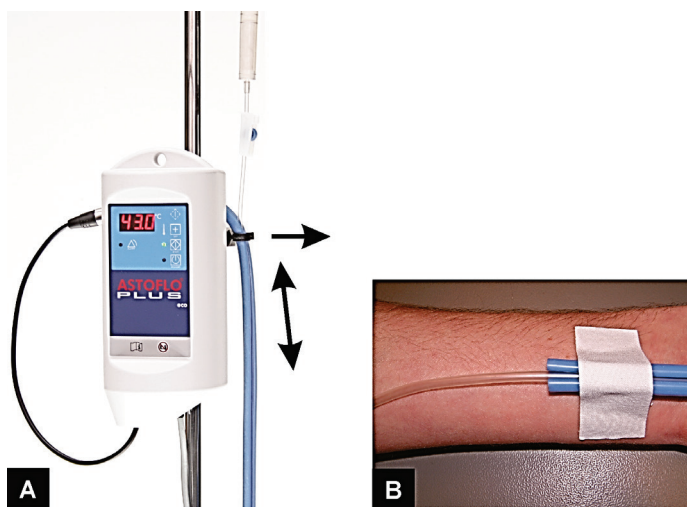

Fig. 9 Fissaggio del profilo termico
5. Fissare la lunghezza desiderata del profilo termico/cannula per infusioni per mezzo della clip (fig. 9 A). L'apertura della scanalatura deve essere rivolta in avanti; questo consente di posare la cannula per infusioni uniformemente e senza piegarla.
6. Collegare la cannula per infusioni alla cannula paziente e fissare l'estremità lato paziente del profilo termico per es. con una sottile striscia di cerotto (fig. 9 B). Il profilo termico è sospeso tra l'estremità fissa lato paziente e la centralina; a questo punto è possibile usarlo.